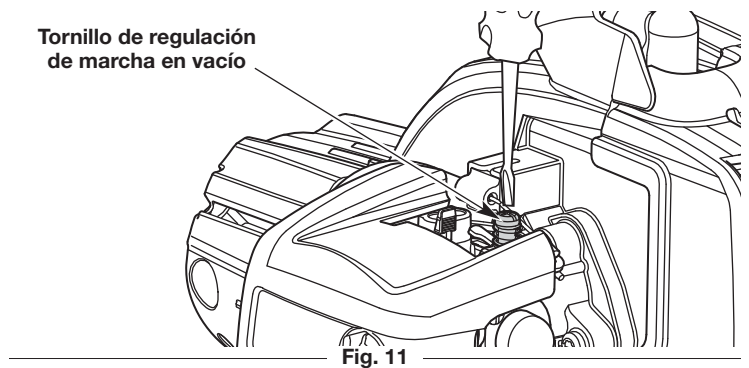

Fig. 11
2. Suelte el gatillo del regulador y deje que el motor funcione en marcha lenta. Si el motor se apaga, use un destornillador pequeño Phillips para girar el tornillo de marcha en vacío en el **sentido de las agujas del reloj**, dándole 1/8 de vuelta cada vez (según sea necesario), hasta que el motor funcione en marcha en vacío sin inconvenientes (Fig. 11).